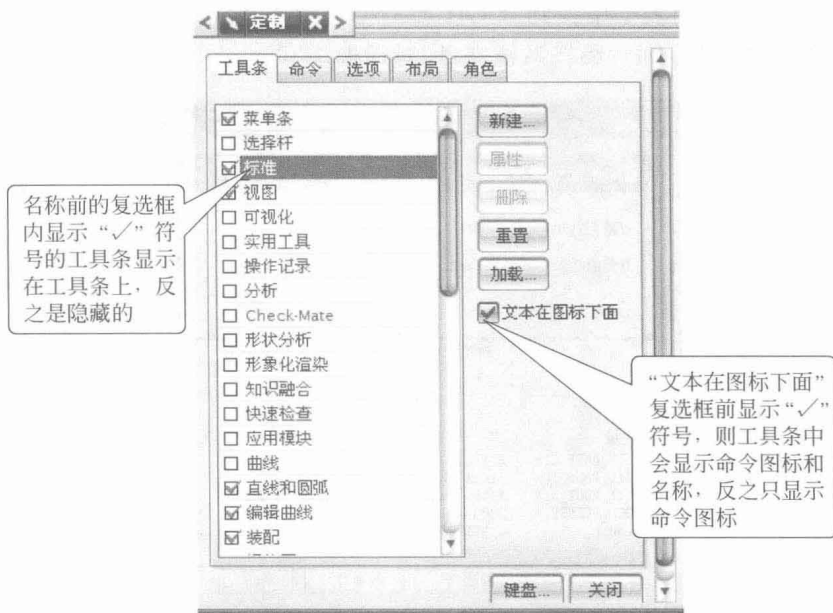
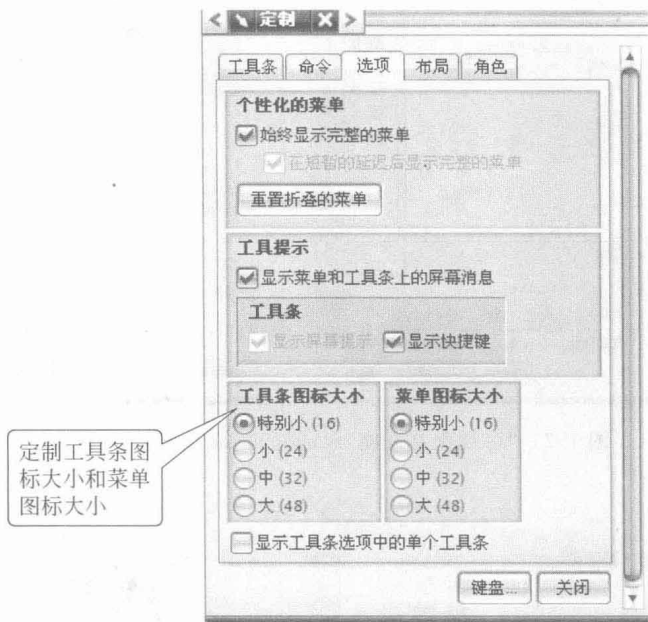
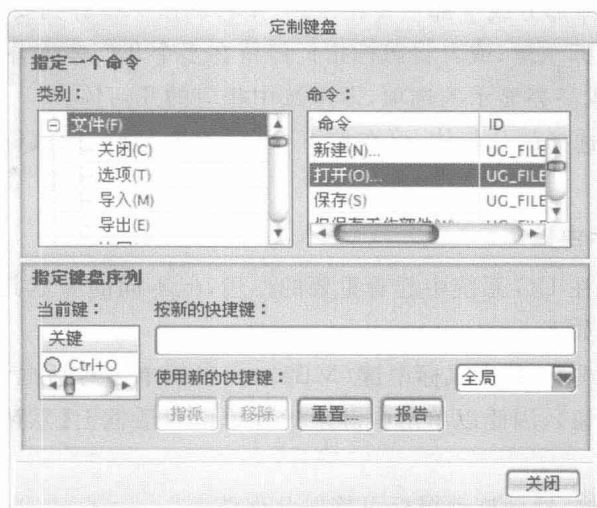

图 1.4 “定制”对话框
图 1.6 “定制”对话框的“选项”选项卡界面
图 1.9 “定制键盘”对话框
方法 2: 将光标放在绘图区上方的任意位置,然后单击右键,在弹出的快捷菜单中单击【定制】命令,或单击【工具】|【定制】命令,弹出如图 1.4 所示的“定制”对话框。通
(5) 如何定制命令图标大小。在图 1.4 所示的“定制”对话框中,单击“选项”选项卡,出现如图 1.6 所示的界面。
① 在图 1.4 所示的“定制”对话框中,单击对话框右下角的【键盘】按钮,打开如图 1.9 所示的“定制键盘”对话框。
② 在“定制键盘”对话框的“类别”栏中,选择命令所在的菜单条,使之呈现高亮的显示状态。例如,单击“文件”菜单条。
③ 此时,“命令”栏显示的是相应菜单条所包含的所有命令。单击“命令”栏中的某一个命令(例如,【打开】命令),使之呈现高亮的显示模式。
④ 在“当前键”栏中显示了所选择命令的快捷键。例如,图中显示了【打开】命令的快